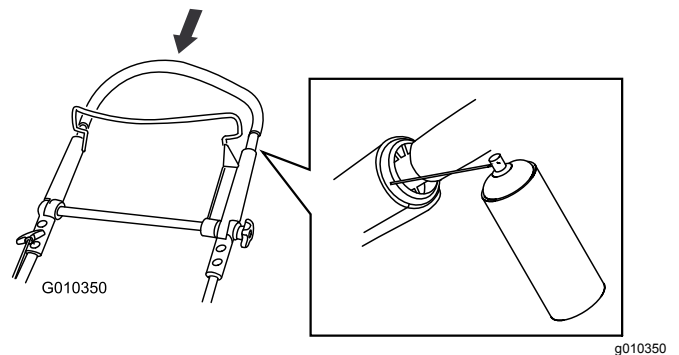

Bild 21
2. Drücken Sie den oberen Holm ganz nach unten und sprühen Sie die innere Kunststoffoberfläche des äußeren Holms ein (**Bild 21**).